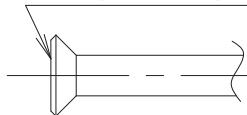

Рис. 8
- При обустройстве развальцованных соединений следует покрыть эфирным маслом только внутреннюю поверхность раструба. (**См. Рис. 8**)